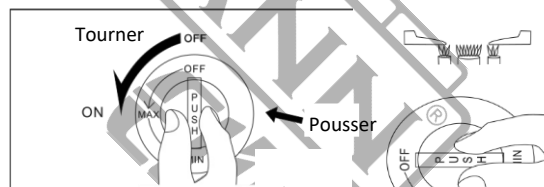

Fig. 15
- a. Ouvrez le robinet de gaz principal. Enfoncez le bouton de réglage du gaz et tournez-le vers la position MAX (tourner à gauche) jusqu'à ce que vous entendiez le dé clic. Assurez-vous que le brûleur a été allumé (Fig. 15) dans cette position, le double brûleur allumera à la fois le petit et le grand brûleur. Pour utiliser uniquement le petit brûleur, relâchez le bouton de réglage du gaz et tournez-le davantage vers la position MIN. (Fig. 16)